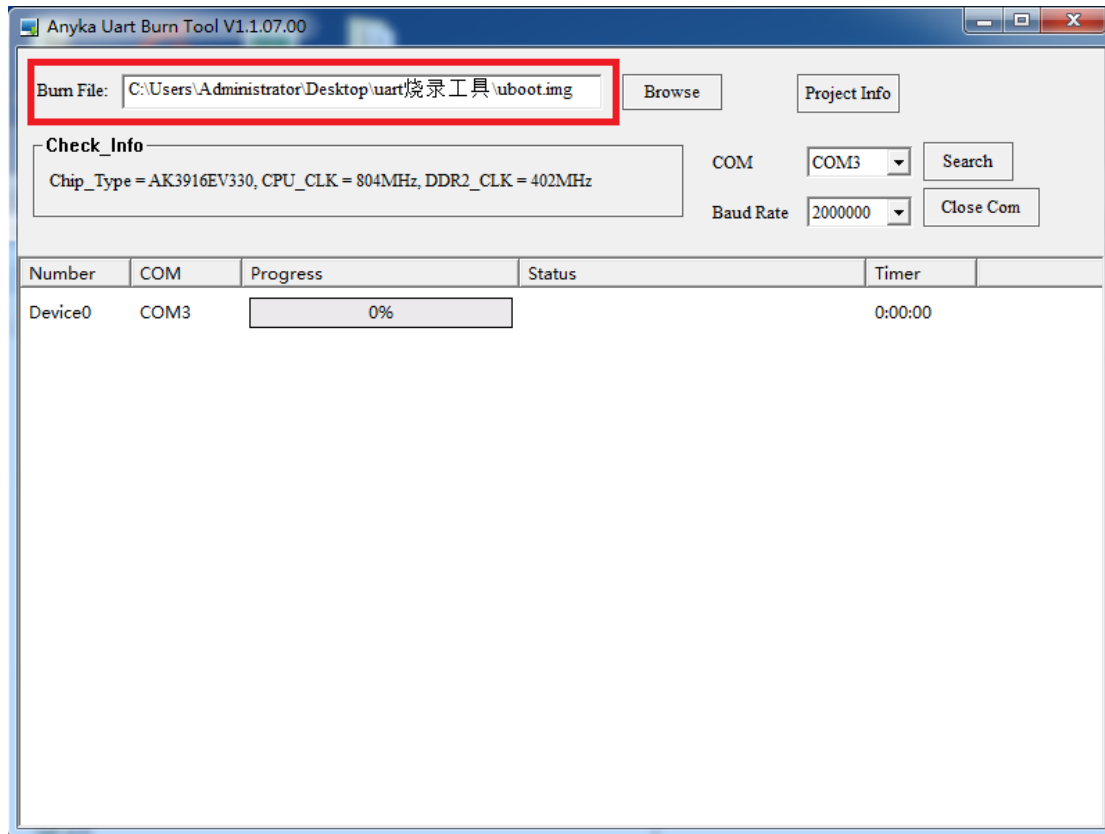

图 2-5 U-Boot 镜像文件选择
(7) 点击 **Browse**，在相应的路径下选择需要烧录的 U-Boot 镜像文件，如图 2-5 所示。